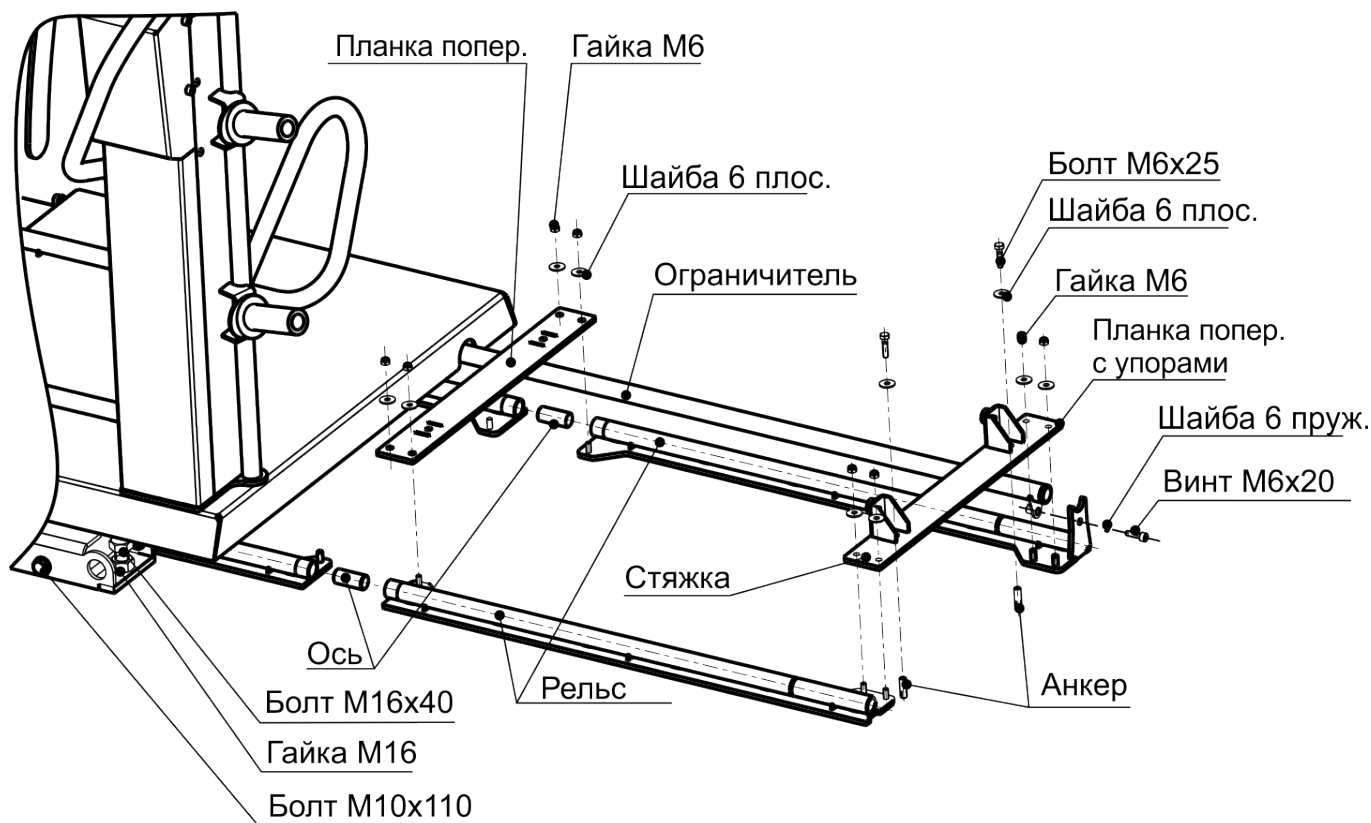

Рисунок 4.4
4.2.4 Ослабить болты M10x110, выставить станок в горизонтальное положение с помощью болтов M16x40, затянуть болты M10x110 (рисунок 4.4). Вставить центрирующие оси, надвинуть рельсы, сверху на шпильки уложить стяжки, свинтить приложенным крепежом согласно схемы. Крепить собранные рельсы к полу с помощью анкеров.